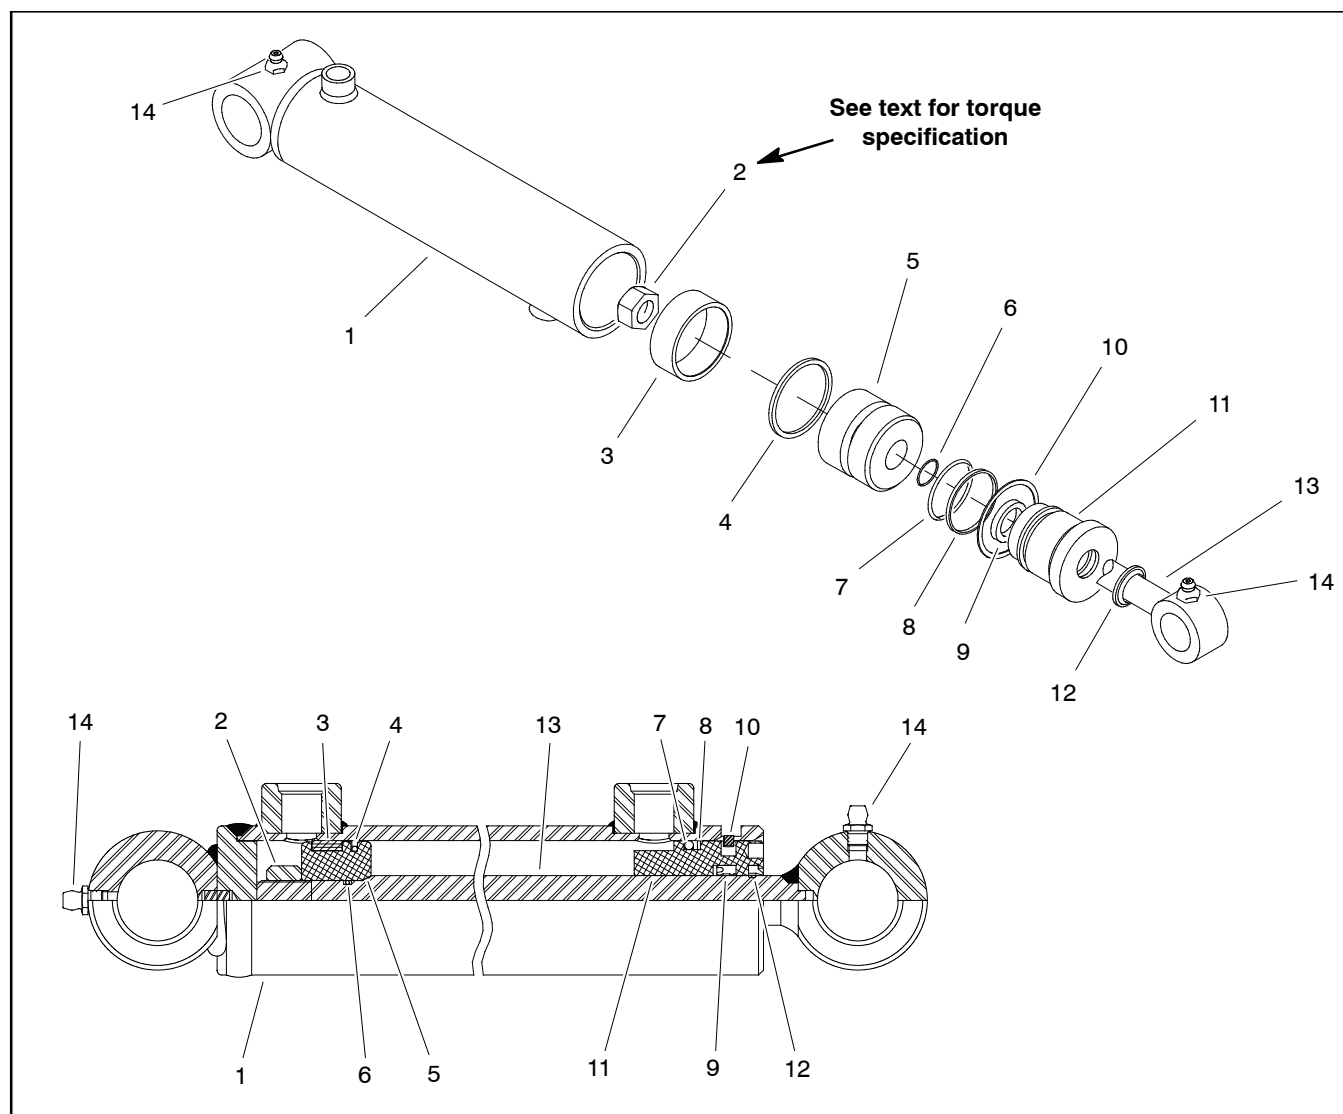

Figure 125
**Disassembly (Fig. 125)**
**Assembly (Fig. 125)**